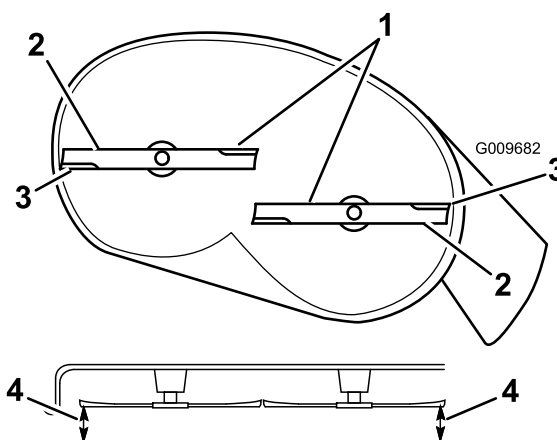
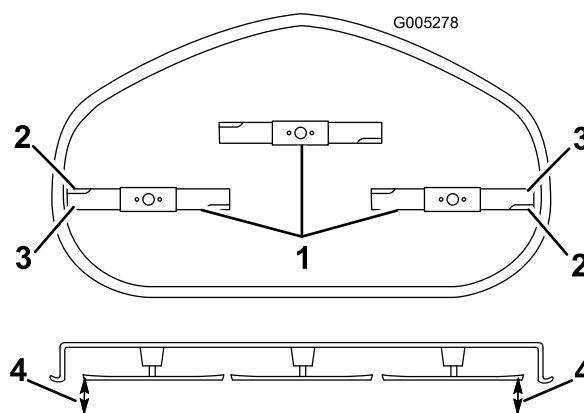

Figure 48
Figure 49
- Faites pivoter les lames avec précaution pour qu'elles soient toutes parallèles (Figure 48 et Figure 49).
- Mesurez la distance entre les tranchants extérieurs et la surface plane (Figure 48 et Figure 49). Si les deux mesures diffèrent de plus de 5 mm (3/16"), un réglage s'impose. Poursuivez la procédure.